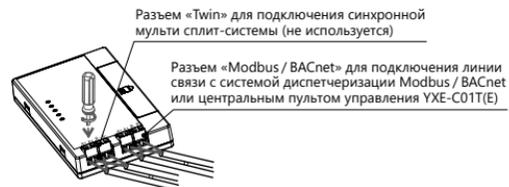

Рис. 2
3. Подключите сигнальную линию (линию связи) с центральным пультом управления или системой диспетчеризации, как показано на рис. 2.